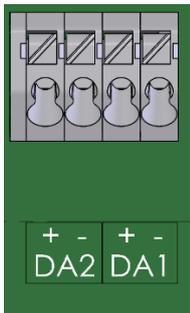

Abb. 13
1. Schließen Sie das nachgeschaltete Gerät an die entsprechenden Digitalausgänge (Klemmen „DA1“ und „DA2“) des EK205 an (siehe Abb. 13).